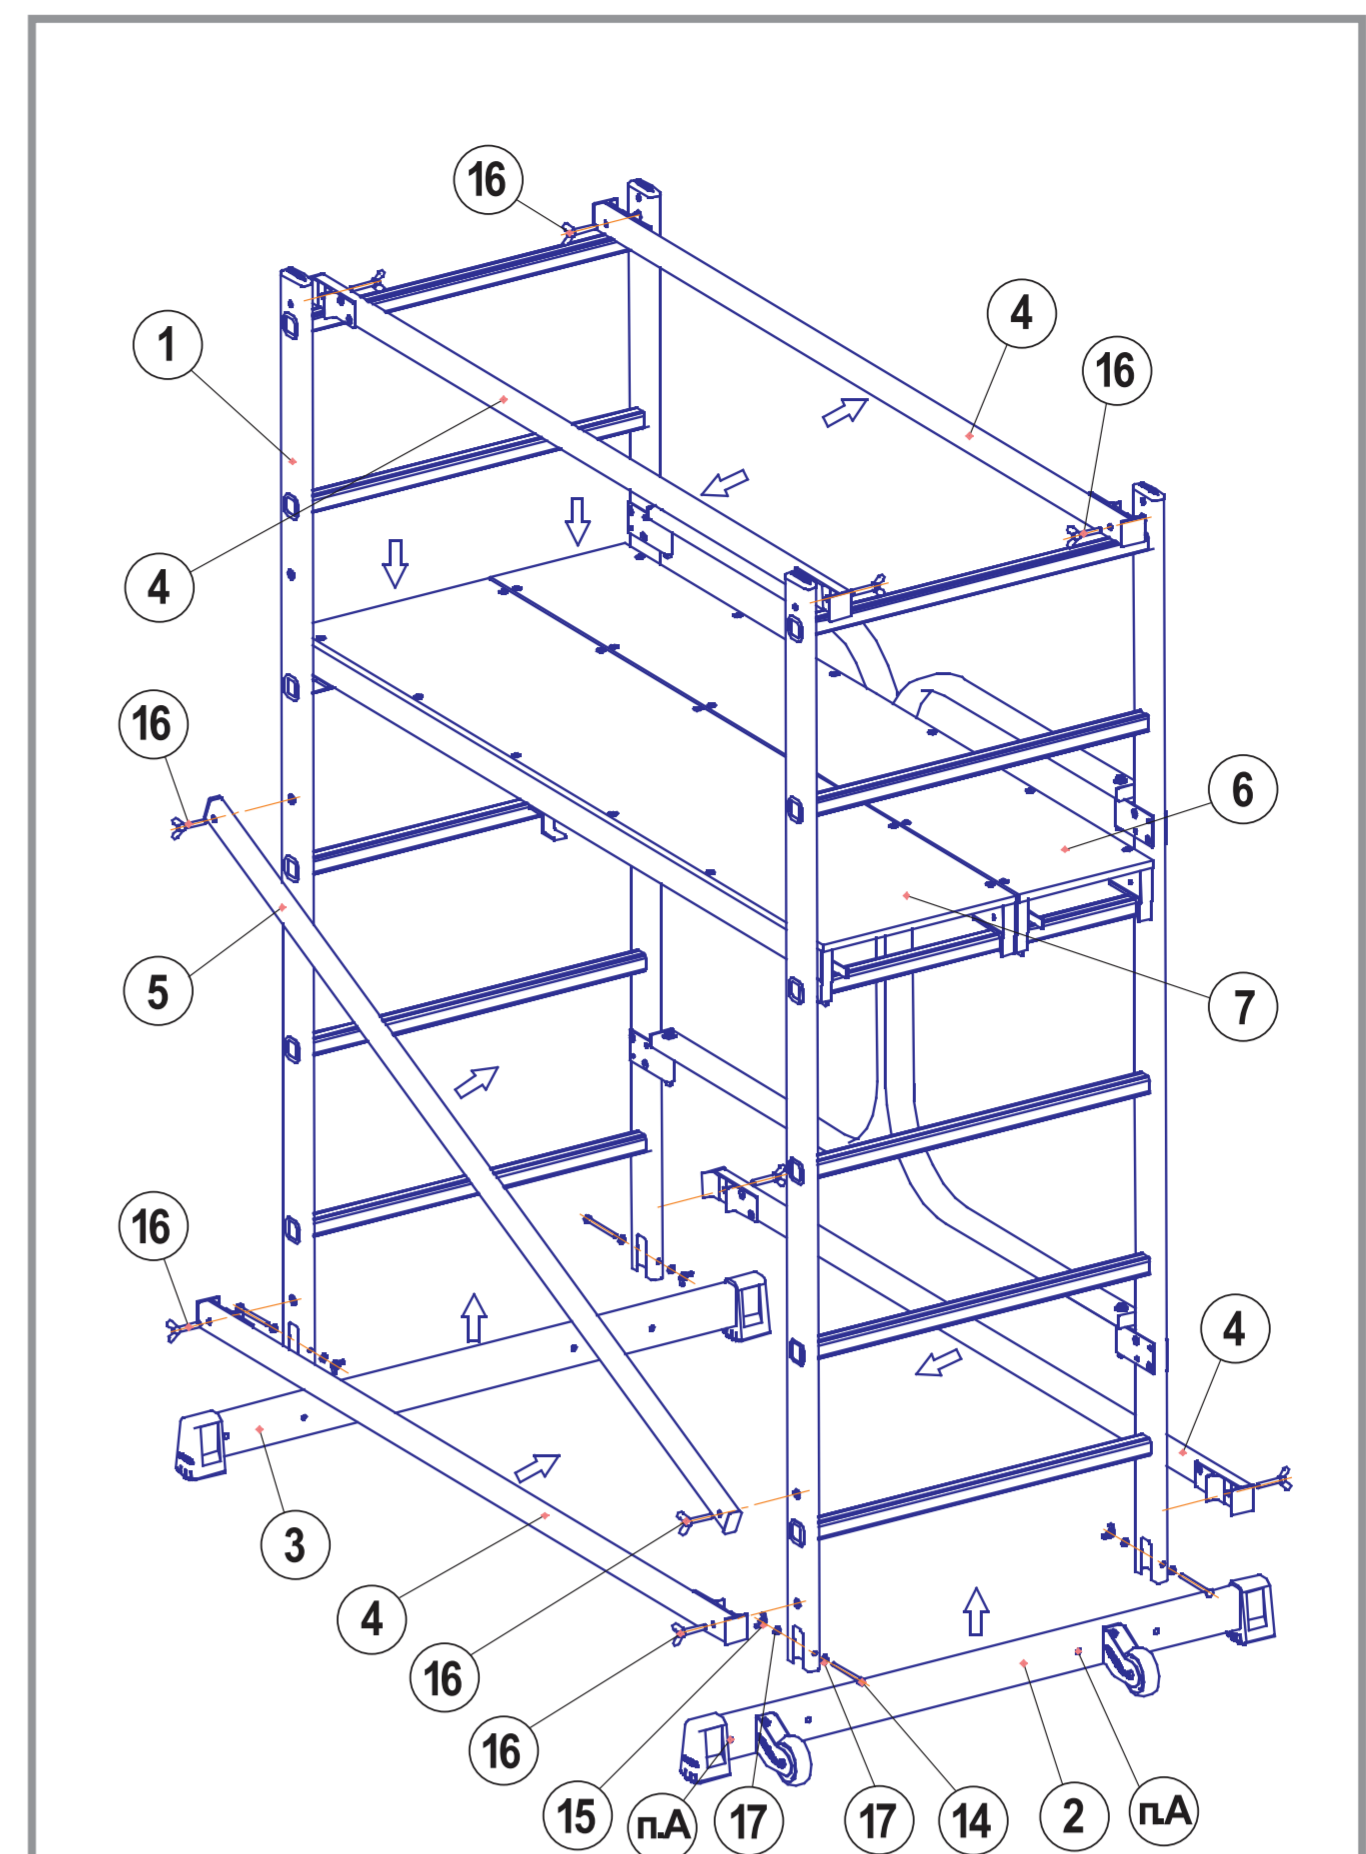

РИС. 1.
2.1. ВСКРОЙТЕ УПАКОВКУ ПОДМОСТЕЙ И РАЗЛОЖИТЕ КОМПЛЕКТУЮЩИЕ НА ТВЕРДОЙ РОВНОЙ ПОВЕРХНОСТИ ПОДМОСТЕЙ СОГЛАСНО ПЕРЕЧНЮ И **РИС. 1.**
2.3. ВОЗЬМИТЕ ОПОРУ **ПОЗ. 3** И ОПОРУ КОЛЕСНУЮ **ПОЗ. 2** И СОРИЕНТИРУЙТЕ ИХ ПО **РИС. 1.** ВСТАВЬТЕ ОПОРЫ В ПАЗЫ СЕКЦИЙ СООСНО ОТВЕРСТИЯМ В СЕКЦИЯХ И ЗАФИКСИРУЙТЕ ИХ ПРИ ПОМОЩИ БОЛТОВ, ГАЕК БАРАШКОВЫХ И ШАЙБ — **ПОЗ. 14, ПОЗ. 15, ПОЗ. 17.**
ОПОРЫ ИМЕЮТ ДОПОЛНИТЕЛЬНЫЕ ОТВЕРСТИЯ ДЛЯ РАБОТЫ НА ПОДМОСТЯХ ВПЛОТНУЮ К СТЕНЕ. ОПОРЫ ТАКЖЕ ВОЗМОЖНО МЕНЯТЬ МЕСТАМИ, НО ПРИ ЭТОМ КОЛЕСА ДОЛЖНЫ БЫТЬ ОРИЕНТИРОВАННЫ НА ВНЕШНЮЮ СТОРОНУ ПОДМОСТЕЙ — **РИС. 1.**
2.4. ВОЗЬМИТЕ СТЯЖКИ **ПОЗ. 4** И СОРИЕНТИРУЙТЕ ИХ ПО **РИС. 1.** ЗАФИКСИРУЙТЕ ВЕРХНИЕ И НИЖНИЕ СТЯЖКИ ПРИ ПОМОЩИ БАРАШКОВЫХ ВИНТОВ **ПОЗ. 16.**